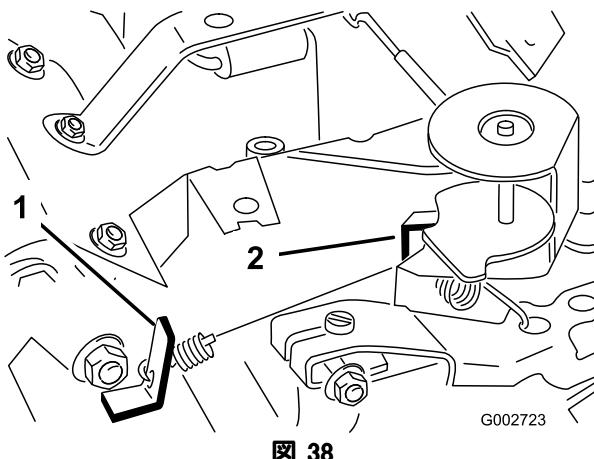

図 38
- 長足アイドル・スプリング・アンカーの耳(図 38)を曲げて、エンジン速度を 1725±50 RPM に調整する。タコメータで速度を確認する。
- スロットル・コントロールを FAST 位置とする。高速アイドル・スプリング・アンカーの耳(図 38)を曲げて、エンジン速度を 3400 ± 50 RPM に調整する。